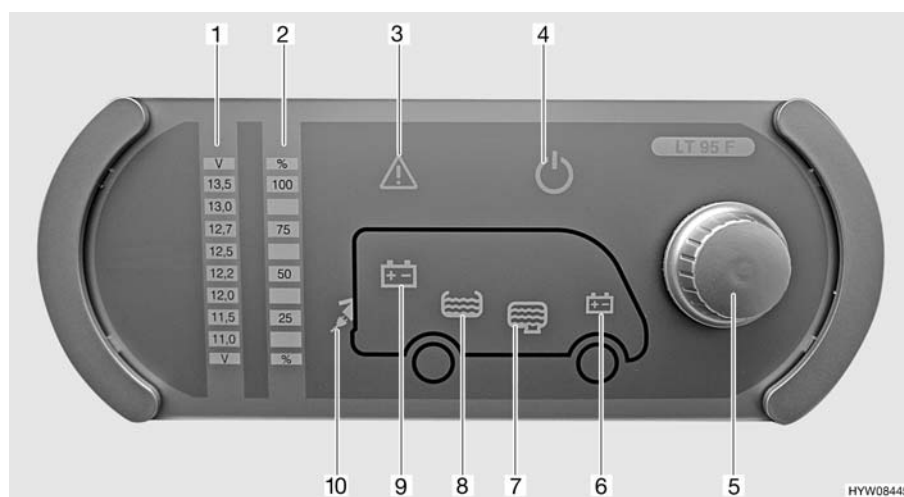

Fig. 83 Pannello di controllo (LT 95)
Il pulsante a rotazione (Fig. 83,5) inserisce o disinserisce il pannello di controllo e l'alimentazione a 12 V dell'abitacolo.
**Accensione:** ■ Premere il pulsante a rotazione (Fig. 83,5): L'alimentazione a 12 V dell'abitacolo è inserita. La spia di controllo a 12 V (Fig. 83,4) diventa verde.
**Spegnimento:** ■ Premere il pulsante a rotazione (Fig. 83,5): L'alimentazione a 12 V dell'abitacolo è disinserita. La spia di controllo a 12 V (Fig. 83,4) si spegne.
Mediante il pulsante a rotazione (Fig. 83,5) si possono interrogare sia la tensione della batteria dell'abitacolo che la tensione della batteria di avviamento. La tensione viene visualizzata sulla scala indicatore per la tensione della batteria (Fig. 83,1).
**Indicazione:** ■ Ruotare il pulsante a rotazione (Fig. 83,5), finché si accende il simbolo della batteria della quale deve essere interrogata la tensione.
Viene indicata la tensione della batteria dell'abitacolo (Fig. 83,9)
Viene indicata la tensione della batteria di avviamento (Fig. 83,6)
- Leggere la tensione sulla scala indicatore della tensione della batteria (Fig. 83,1).
Mediante il pulsante a rotazione (Fig. 83,5) si possono interrogare sia il livello del serbatoio dell'acqua che il livello del serbatoio delle acque grigie. Il livello viene visualizzato sulla scala indicatore livello dei serbatoi (Fig. 83,2).
- Ruotare il pulsante a rotazione (Fig. 83,5), finché si accende il simbolo del serbatoio del quale deve essere interrogato il livello.
Viene indicato il livello del serbatoio dell'acqua (Fig. 83,8)
Viene indicato il livello del serbatoio delle acque grigie (Fig. 83,7)
- Leggere il livello sulla scala indicatore del livello serbatoio (Fig. 83,2).
La spia luminosa Alarm (Fig. 83,3) lampeggia non appena i valori limite fissati vengono superati per eccesso o per difetto.
La spia luminosa Alarm (Fig. 83,3) lampeggia non appena la tensione della batteria scende al di sotto di 11 V. Se l'alimentazione a 12 V è accesa, si accende anche il relativo simbolo della batteria (Fig. 83,6 o 9), e l'indicatore "11,0" sulla scala indicatore della tensione della batteria (Fig. 83,1) lampeggia. Rischio di uno scaricamento totale della batteria.
La spia luminosa Alarm (Fig. 83,3) lampeggia ed il relativo simbolo del serbatoio (Fig. 83,7 o 8) si accende non appena il serbatoio dell'acqua è vuoto o il serbatoio delle acque grigie è pieno.
La spia di controllo a 230 V (Fig. 83,10) si accende quando all'ingresso della centralina elettrica è presente una tensione di rete.